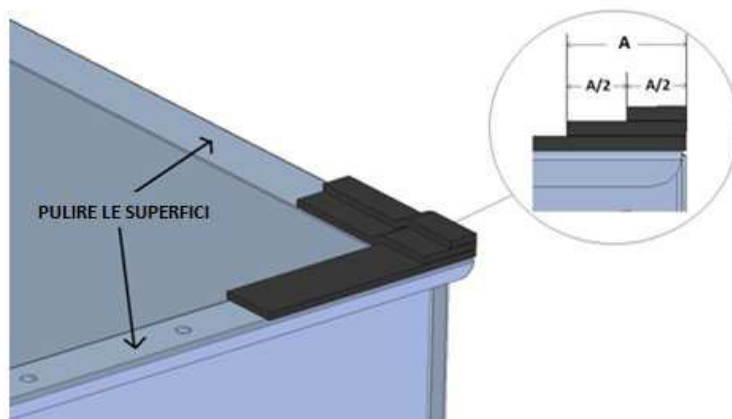

Fig. 8
**Se il pannello dell'unità ha una flangia senza fori**, allora sarà installata una doppia linea di guarnizioni sovrapposte, come mostrato in fig. 8, al fine di aumentare il grado di protezione da eventuali fuoriuscite di acqua.